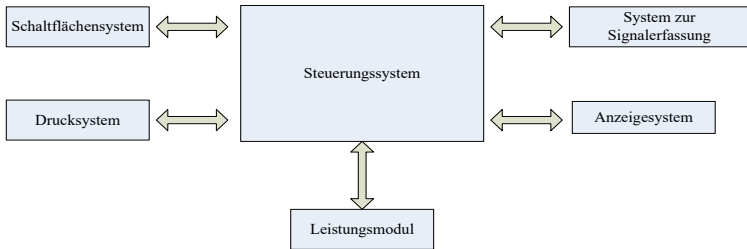

Abbildung 4-1 Blockschaltbild der Steuerungseinheit
(2) Das Prinzip-Blockdiagramm ist in Abbildung 4-1 dargestellt.